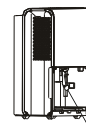
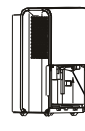

Fig.7
Fig.8
- Si le tuyau de la pompe tombe lors du retrait du réservoir (voir fig. 7), vous devez réinstaller correctement le tuyau de la pompe sur l'appareil avant de replacer le réservoir dans l'appareil (voir fig. 8).